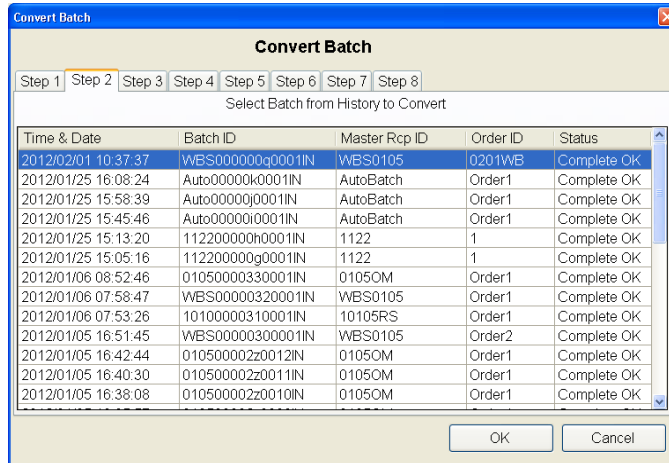

Figura 12-22: Pantalla de selección de receta de origen de Convertir lote
3. Enseguida, de la lista de registros de historial (Figura 12-22), seleccione la receta a ser convertida. En la lista siguiente hay varios archivos de historial de lotes disponibles. Seleccione la primera receta de la lista, la cual es la receta de existencias de base blanca, y haga clic en OK.